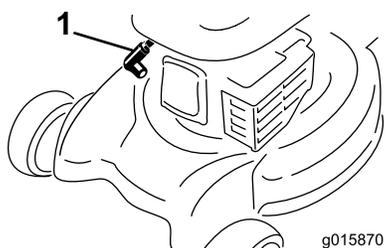

Figura 23
2. Desligue o fio da vela da ignição da vela da ignição (Figura 23) antes de executar qualquer procedimento de manutenção.